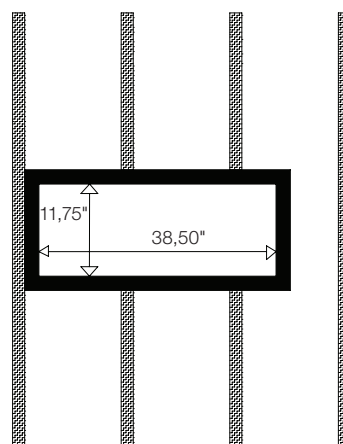

Figure 16
3. Utilisez des tasseaux de 51 mm (2") x 152 mm (6") pour créer un cadre aux dimensions intérieures de 977,9 mm x 298,5 mm (38,5" x 11,75") (Figure 16). Le dégagement créé dans l'espace permet de passer les outils pour assembler ce cadre dans le mur. Fixez-le aux montants existants avec des clous ou des vis à bois.